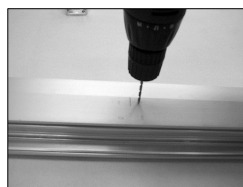

Fig. 3
- C. Forare con apposita punta da trapano il serramento e montare la staffa porta motore assicurandosi di serrare bene le viti (Fig. 3 e Fig. 3bis).
Fig. 3 bis